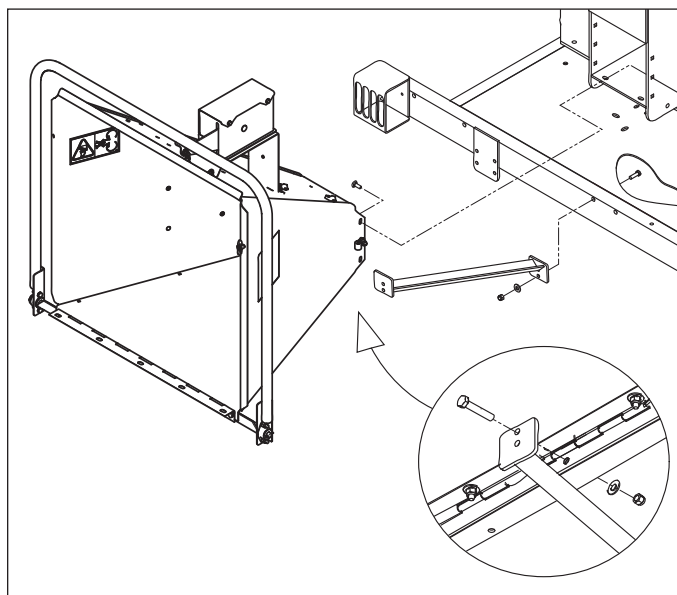

Figura 2.2, Fijación del soporte de la chipeadora
1. Utilice un soporte o aparejo para sostener el conducto de la chipeadora en su lugar sobre la alimentación hidráulica (Figura 2.2).
2. Fije el soporte del conducto al extremo trasero del remolque con un perno de 3/8 pulg. x 2 pulg. (10 mm x 51 mm), arandela y tuerca de seguridad. Aplique un par de torsión de 35 pie-lb. Consulte la Figura 2.2 con respecto al posicionamiento adecuado de la pieza soldada.